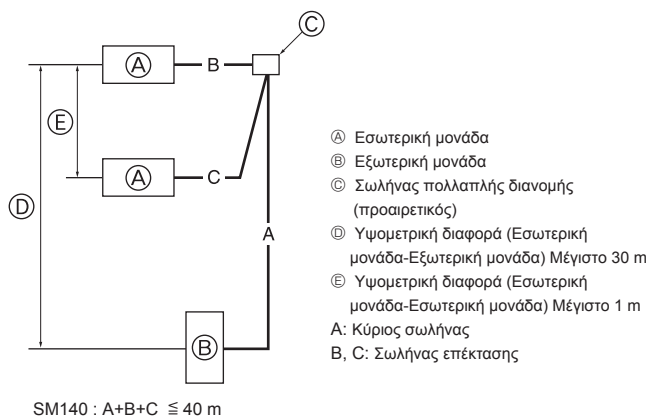

Fig. 4-8
4.8. Για διπλό συνδυασμό (Fig. 4-8)